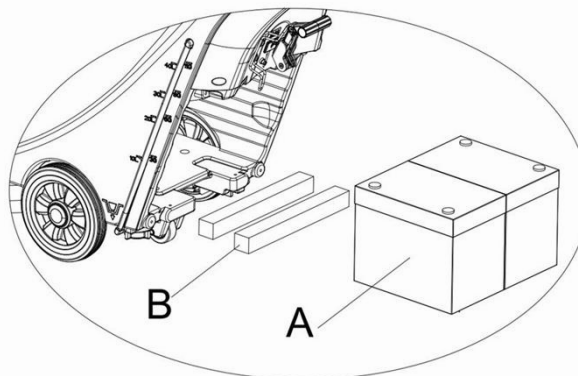

Figura 6
- 1) Para baterias com comprimento inferior a 270mm, utilize 2 peças de placa de fixação (**B**, **Figura 6**) e coloque-as lado a lado dentro da bateria do tanque de água;
- 2) Para baterias com comprimento entre 310mm – 270mm, utilize 1 peça de placa de fixação (**B**, **Figura 6**) e coloque-a na bateria do tanque de água;